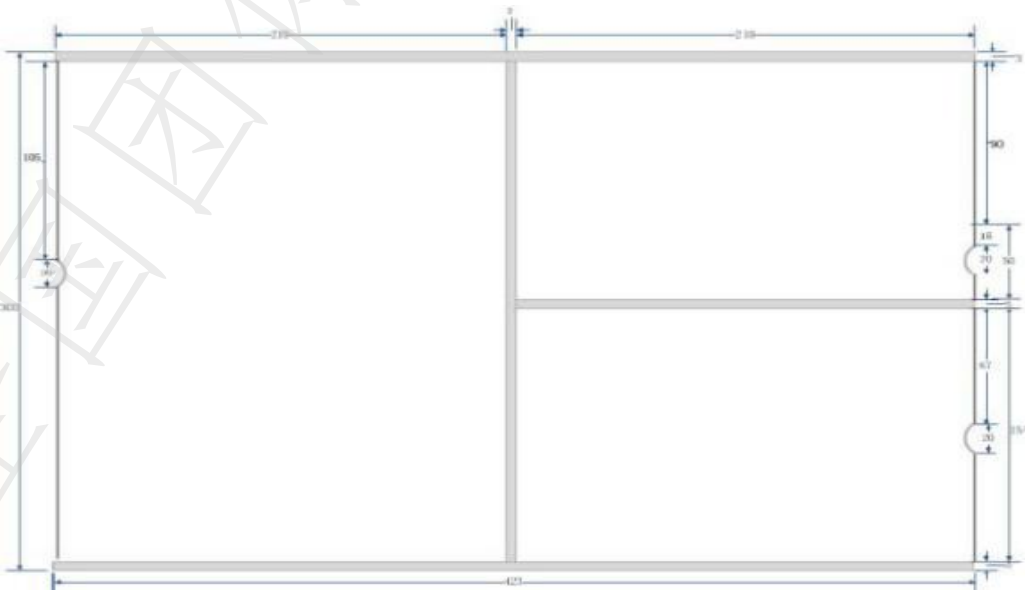

图 B.1 载人（货）电梯标志和标识固定板尺寸
B.3.1 用于自动扶梯和自动人行道的电梯标志和标识可参照图B.1、B.2进行统一布局、固定，也可根据实际情况，选择其他适宜的布局、固定方式。